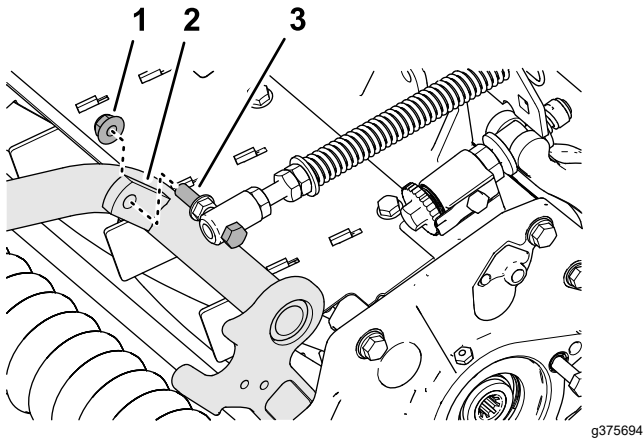

Figura 19
4. Monte o parafuso de fixação da mola de compensação da relva na aba direita da estrutura da carroçaria (Figura 19) com a porca de bloqueio flangeada (3/8 pol.).